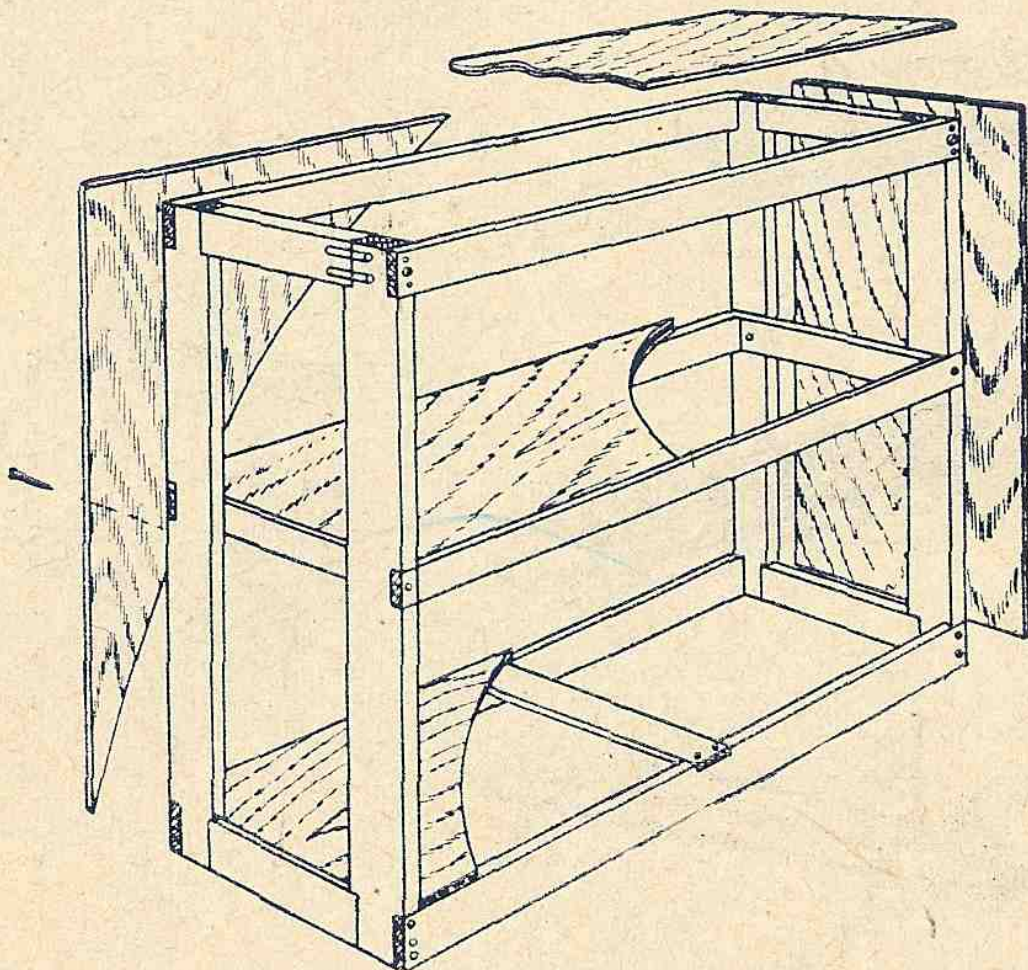

Рис. 14. Каркас и обшивка навесного шкафчика
Каркас шкафчика (рис. 14) любого варианта можно изготовить из реек сечением 12(15)×40(50) мм. Боковая обшивка и крышка делаются из 4—6-миллиметровой фанеры. Задняя стенка — из такой же фанеры или из твердой древесноволокнистой плиты.
Покончив с дверками, сделайте в шкафчике полки из досок или 12-миллиметровой фанеры. Эти полки укладывают на планки, прибитые изнутри к боковым рамкам корпуса, как на рис. 14. Показанные на этом же рисунке продольные и поперечные (серединные) планки под полку делают лишь в том случае, когда для полок используют тонкий материал, например 3—4-миллиметровую фанеру или твердую древесноволокнистую плиту.